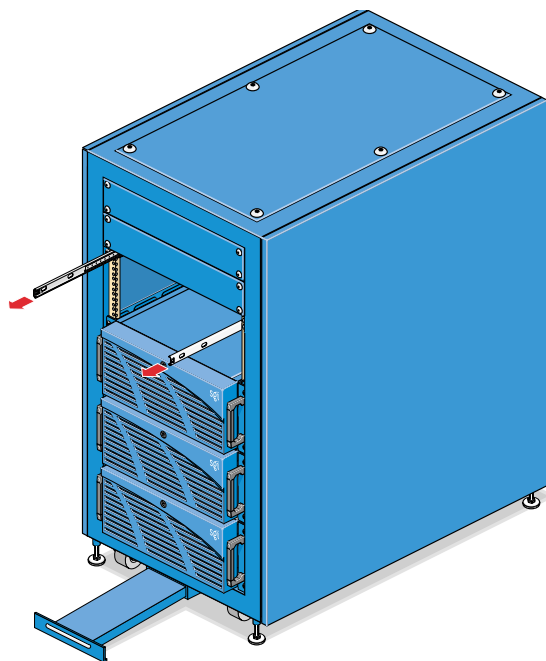

図 4-16 スライドレールの引き伸ばし
1. 図 4-16 に示すように、ラック内で、ノード用の各スライドレールのレバーを押し、スライドレールを完全に引き伸ばせるまで引き出します。スライドレールが完全に引き伸ばされ、その位置にロックされたことを確認してください。